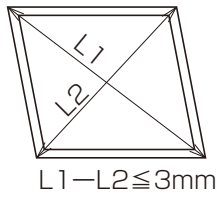

図3
③取付け開口部の対角差が3mm以内である事を確認してください。(図3)